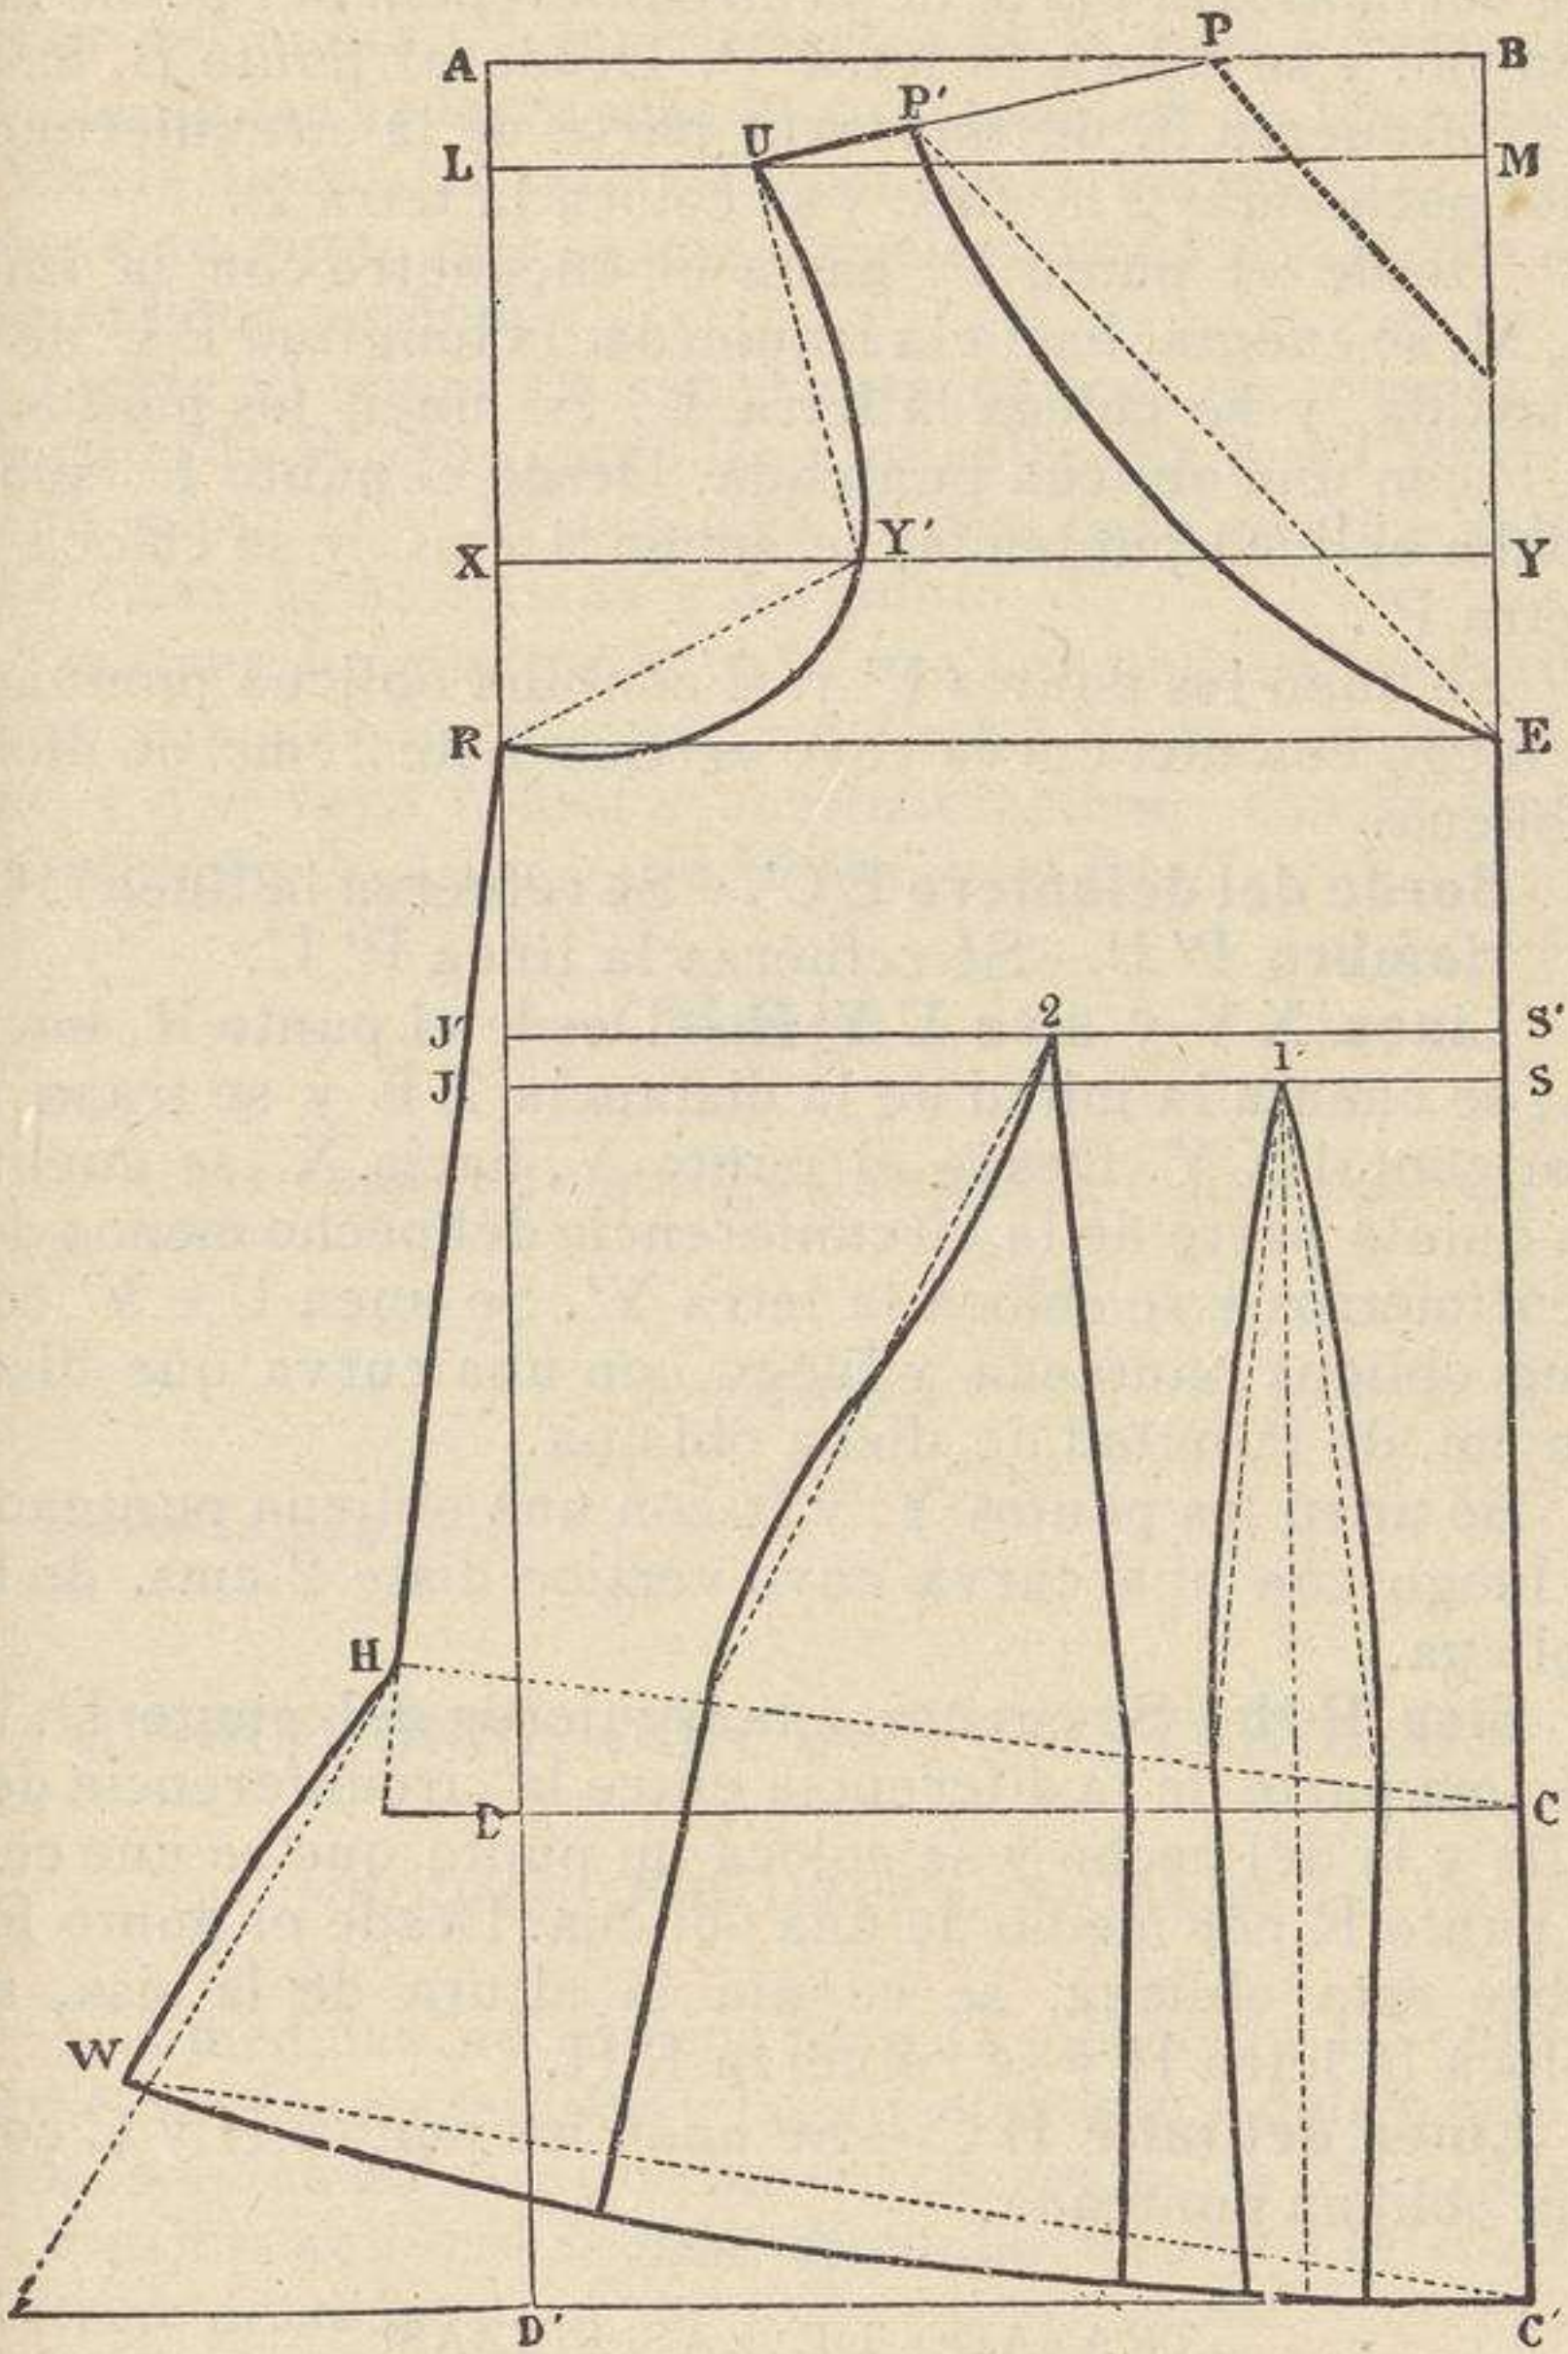

Fig. 107 ( $\frac{1}{5}$  del tamaño real).—Delantero del cubrecorsé.
**Rectángulo A B C' D'.**— Se traza un rectángulo A B C' D' (fig. 107) cuya longitud sea la del delantero más el largo que se quiere dar al faldón, y cuyo ancho sea la media circunferencia del pecho menos el medio ancho de la espalda y la vigésima parte de la circunferencia del pecho.